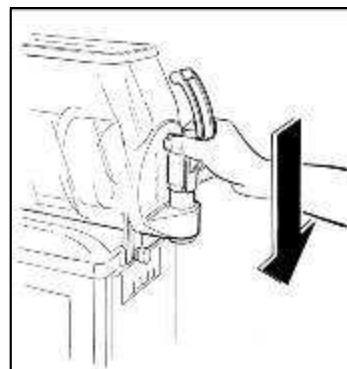

Abb. 40
- Bestreichen Sie den Ausgabehahn dünn mit Vaseline, um den Einbau zu erleichtern, und schieben Sie ihn bis zum Anschlag ein (Abb. 40).